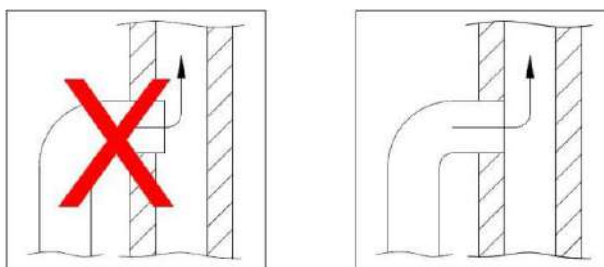

Figure 4
5. Lors du raccordement du poêle à la cheminée, insérez le tuyau d'évacuation dans la celle-ci et fixez celui-ci à l'ouverture à l'intérieur de la cheminée. Le tuyau de fumée ne doit pas passer par l'ouverture de la cheminée elle-même et doit être affleurant à l'intérieur du tuyau de cheminée. Comme le montre la figure 4, la connexion entre la maçonnerie et le tuyau de fumée doit être scellée à l'aide de matériaux ou lattes ignifuge (Figure 4).